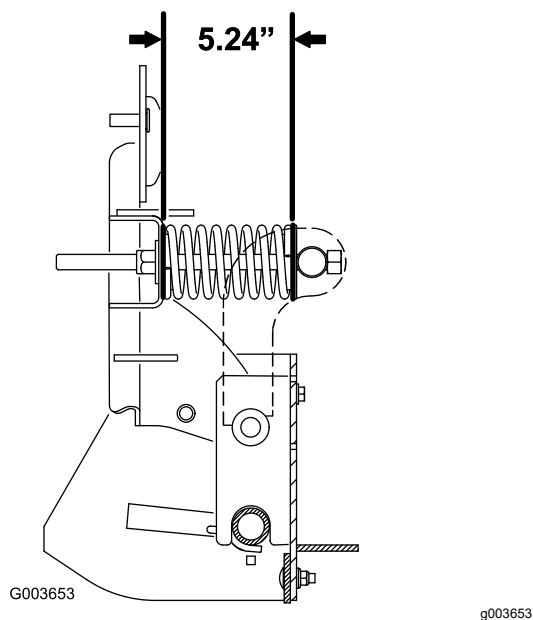

Figura 8
- L'aggressività dello scarificatore può essere modificata regolando la lunghezza delle molle (Figura 8). Allungare le molle rende lo scarificatore meno aggressivo. Accorciare le molle rende lo scarificatore più aggressivo.
Le molle e l'asta di attuazione sono regolate in fabbrica. Tuttavia, se vengono montati nuovi componenti o per qualche motivo vengono rimosse le molle, la lunghezza della molla deve essere regolata a 133 mm, come mostrato nella Figura 8.